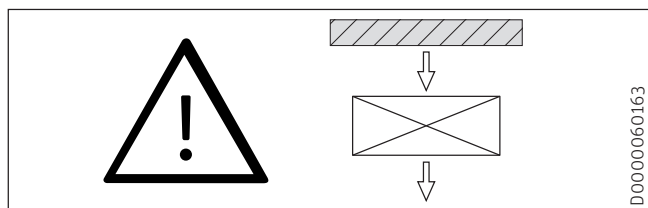

Fig. 3
- Die Wärmepumpe ist für die Aufstellung vor einer Wand auf einer Stand- oder Wandkonsole konzipiert – Fig. 3. Beachten Sie die Mindestabstände. Falls das Gerät im Freifeld aufgestellt wird, muss auf der Ansaugseite der Lufteintritt geschützt werden. Errichten Sie in diesem Fall eine Schutzwand gegen den Wind.